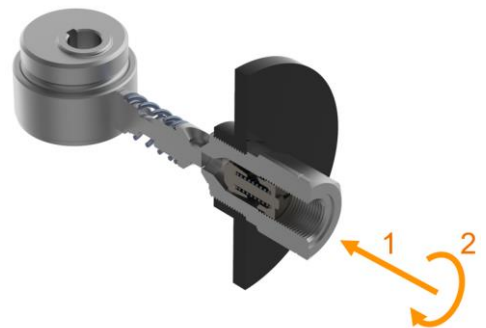

Abb. 15.2 Pumpenelement Einbau und Ausbau
1. Setzen Sie das Pumpenelement senkrecht in die Pumpenauslassgehäusebohrung (Abb. 15.2) ein.
2. Ziehen Sie das Pumpenelement im Uhrzeigersinn mit einem Drehmomentschlüssel fest, der voreingestellte Wert des Drehmomentschlüssels darf nicht kleiner als 43 Nm sein (Abb. 15.2).